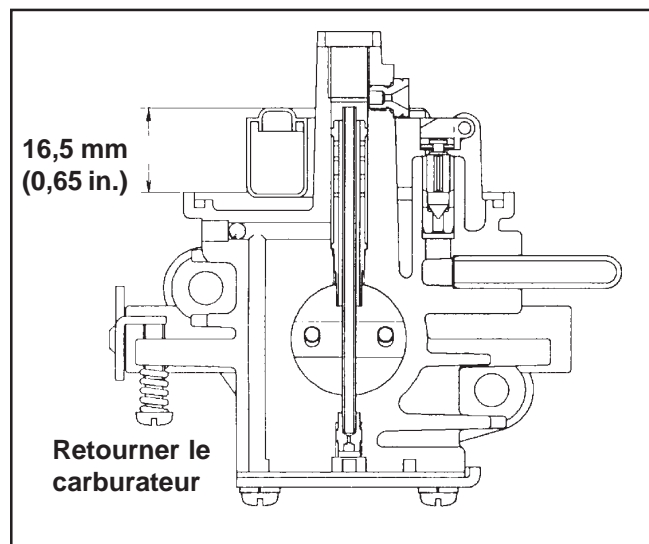

Figure 5-6. Niveau de flotteur correct.
6. Retourner le corps du carburateur et vérifier le niveau du flotteur comme indiqué sur la Figure 5-6. Lorsque la vanne de pointeau du flotteur est entièrement en place, l'écart entre le corps et le flotteur doit être de 16,5 mm (0,65 in.) comme indiqué. Ne pas essayer d'ajuster en pliant la languette ; remplacer le flotteur à l'aide du kit si le niveau est incorrect.